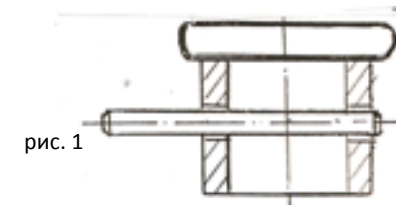

рис. 1
1. При сборке штырь (№3) должен пройти насквозь хромированной овальной заглушки (№4) и быть установленным, как показано на рис. 1 заподлицо с одной стороны.